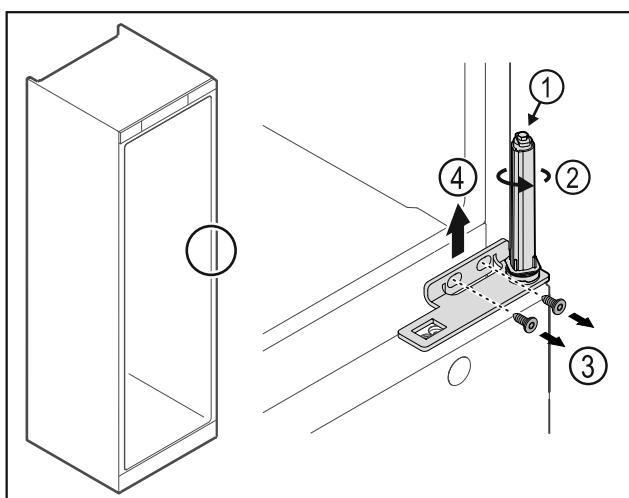

Fig. 32
- Не разбирайте систему закрытия двери Fig. 32 (1).
- Поворачивайте систему закрытия Fig. 32 (2) до щелчка.
- Открутите винты Fig. 32 (3), снимите шарнирные уголки движением вверх Fig. 32 (4).